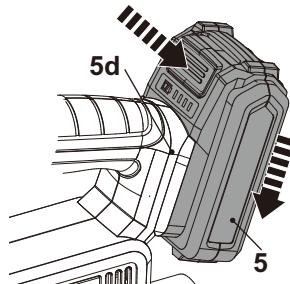

Fig. 5
- > Alignez le bloc-batterie (5) avec les fentes de coulissolement du port de connexion de la batterie (5d) et faites glisser le bloc-batterie à l'intérieur pour le fixer. Assurez-vous qu'il s'enclenche correctement (Fig. 5).